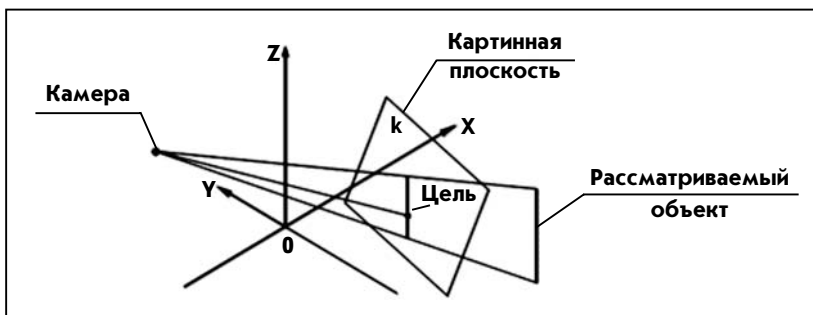

Рис. 1.3. Перспективное проецирование
2) перспективное — в AutoCAD точка зрения наблюдателя заменяется камерой; проецирующие лучи не параллельны, требуется дополнительная информация о положении камеры относительно модели, и луч зрения ориентирован на точку, называемую целью (рис. 1.3).